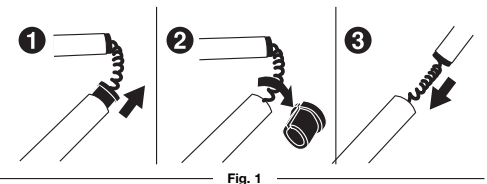

Fig. 1
1. Quite el protector de goma del extremo del brazo superior (Fig. 1).